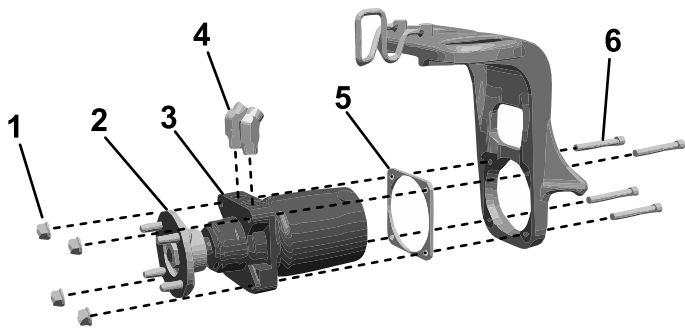

図 5
- **キャスターフォークにホイールモーターアセンブリを取り付けるための4つのネジ穴があるマシンの場合** ホイールモーターアセンブリとシムプレートをキャスターフォークに取り付けモーターとキャスターフォークの間にシムを置く、ソケットヘッドボルト  $\frac{1}{2} \times 3\frac{3}{4}$ " 4本、およびロックナット4個で固定する。 (図 5)